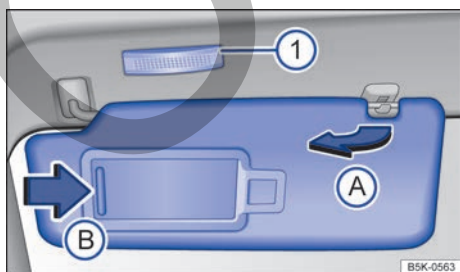

Fig. 90 En la parte delantera del revestimiento interior del techo: parasol.
- Se pueden extraer del soporte y girar hacia las puertas → fig. 90 (A).